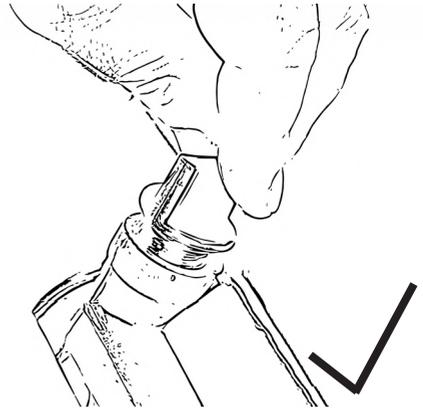

Abbildung 3
- Schrauben Sie die Öleinfüllstopfen mit verbundenen Messstab heraus, Abb. 3.